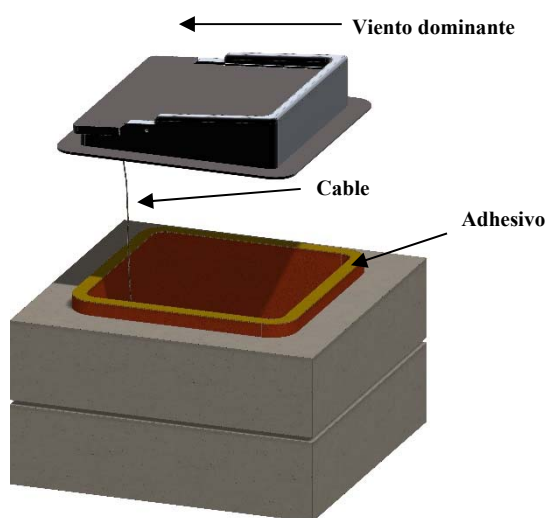

Figura 26. Instalación de la compuerta de montaje superior
A. Si instala un regulador de tiro con este modelo de chimenea Stone Age, utilice un regulador de tiro de montaje superior y siga las instrucciones incluidas con el regulador. Oriente correctamente el lado más alto de la compuerta con los vientos predominantes en su zona. Vea la Figura 26.